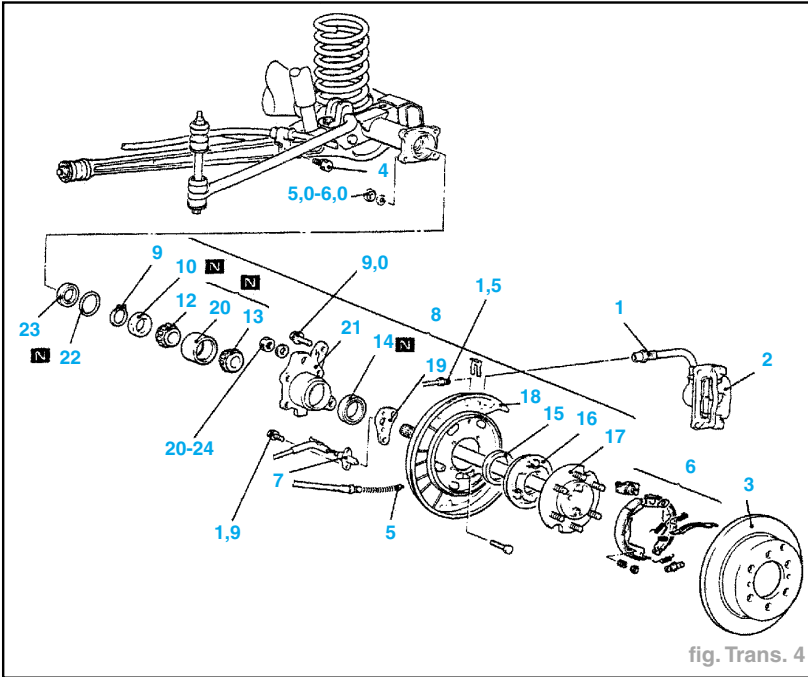

fig. Trans. 4
- Se référer à la fig. Trans 4.